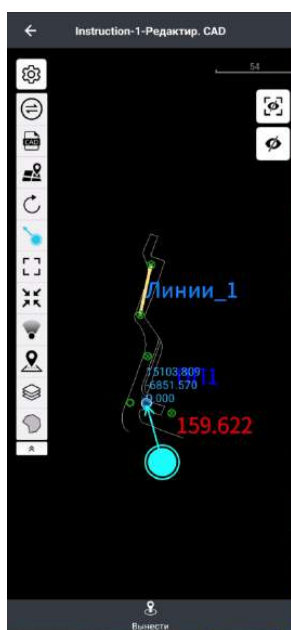

Рисунок 4.10.10
1. Укажите точку или линию на чертеже и в поле ниже нажмите **Вынести**  (Рисунок 4.10.10).